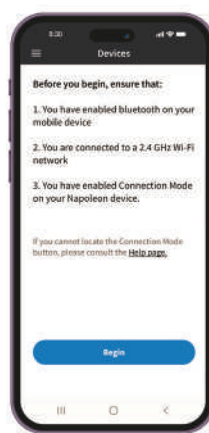

Fig. 7
8. Accetta le autorizzazioni. (Fig 7)